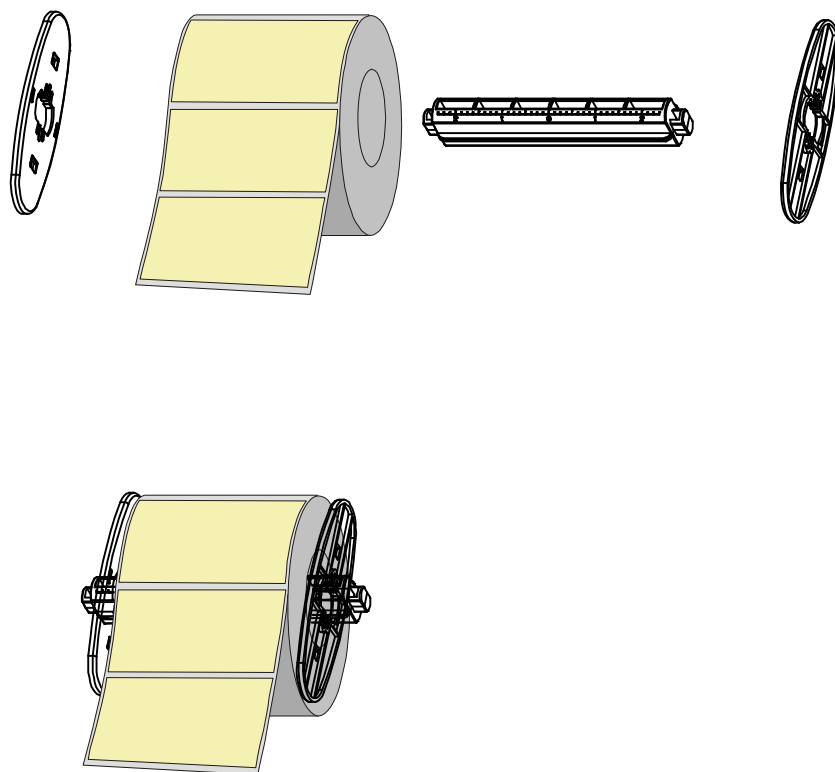

图 6-2
3. 把纸卷套入纸卷轴（如果是 3 英寸大纸芯的纸卷，请套入纸卷轴套到纸卷挡板上）(图 6-2)；